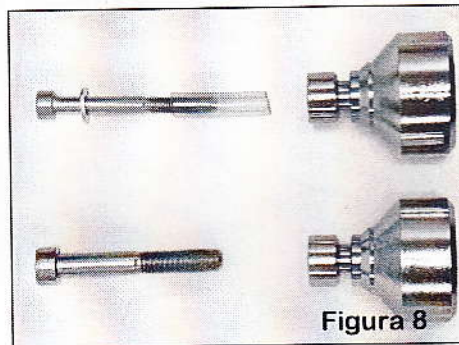

Figura 8
3. Montar el pivote según la posición indicada en la figura 8. Se recomienda taladrar a 6,75 para roscar a M8, para una mayor seguridad.